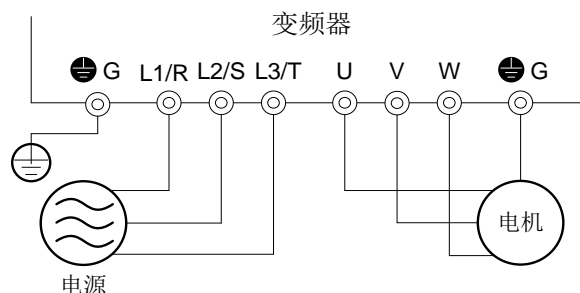

图 4.1 主回路端子的连接图
(1) 主电源输入端子(L1/R,L2/S,L3/T)、变频器输出端子(U,V,W)及变频器接地端子(⊕G)是否连接正确。(参照图 4.1)